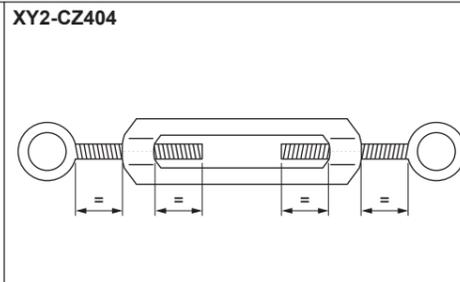

Fig. 3
- Adjust the turnbuckle XY2-CZ404 to the centre point. (Fig. 3).
- Régler le ridoir XY2-CZ404 au point milieu. (Fig. 3).